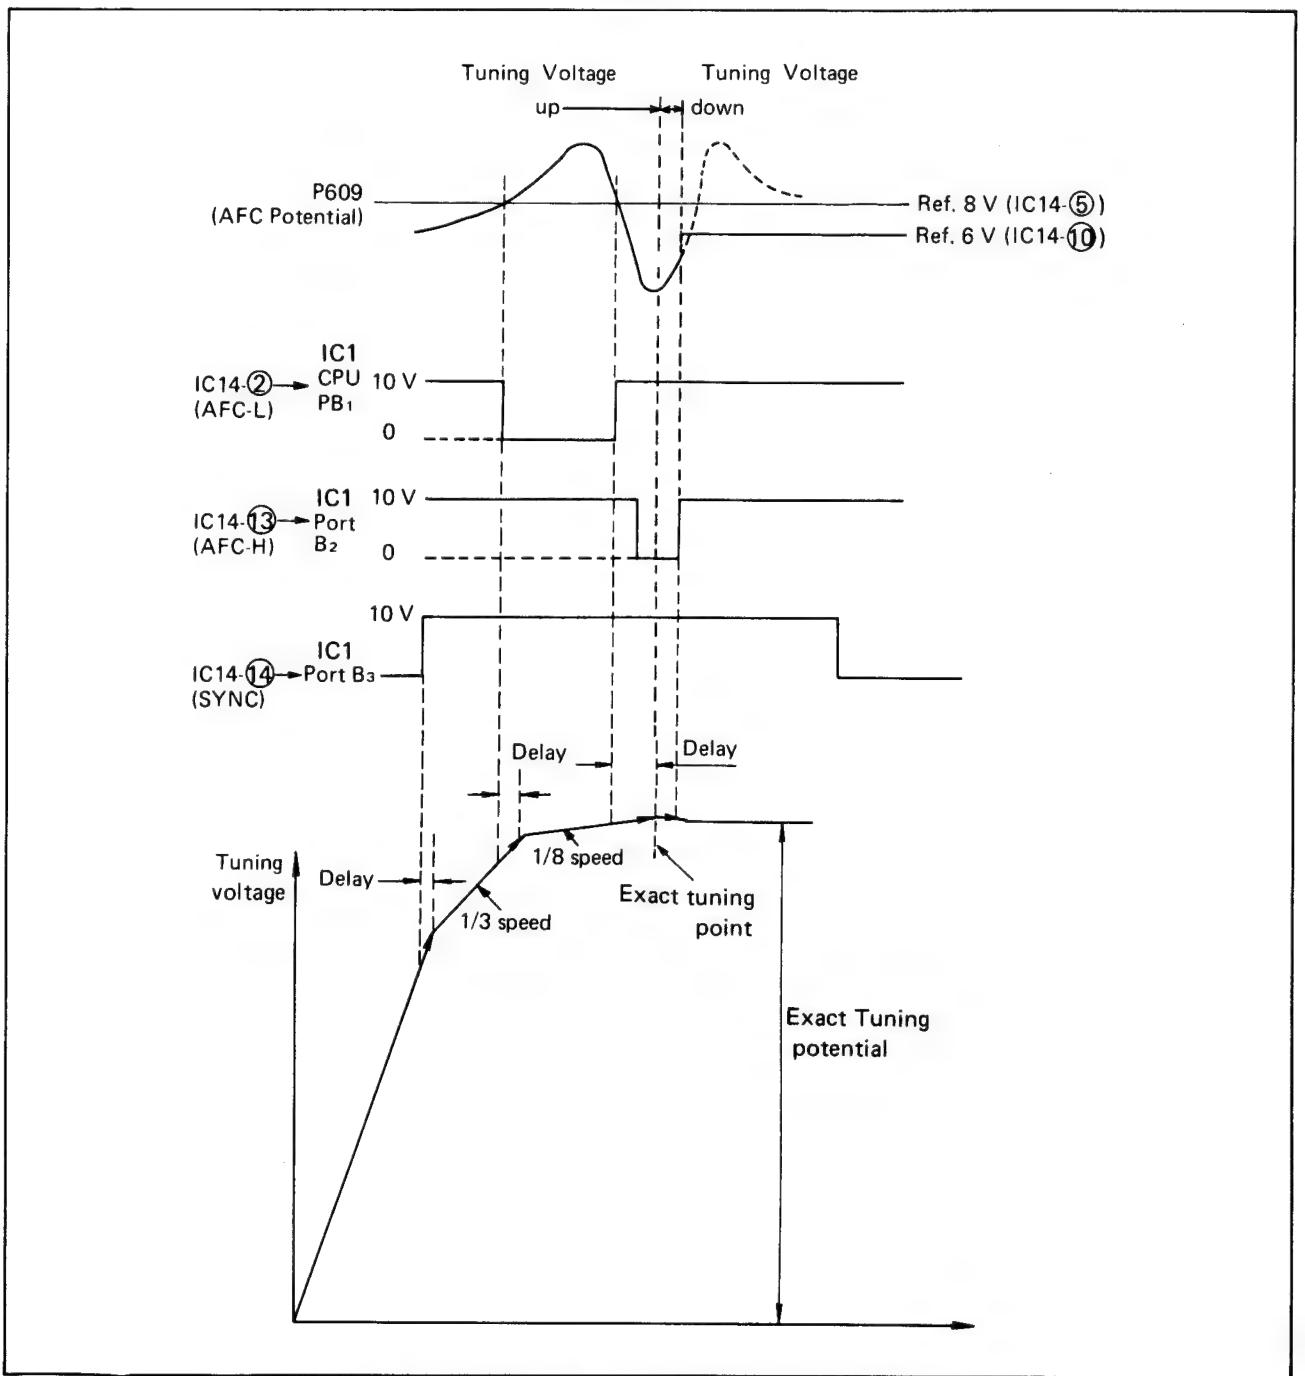

Fig. 2-82 Zeittafel für Automatik-Programmsuche
3. AFC-Vergleicher (Komparator) (Fig. 2-82)